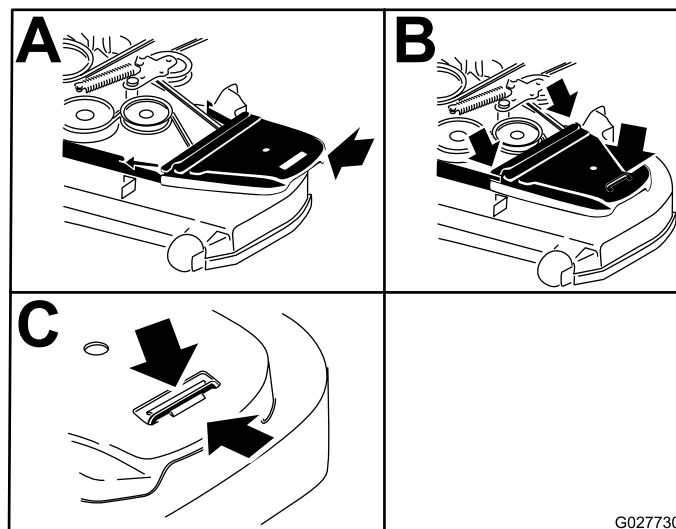

Figure 89
- Posez les couvercles de courroie (Figure 89).